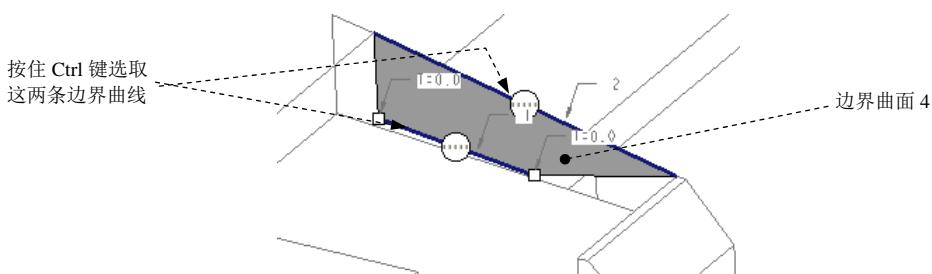

图 20.22 定义边界曲面 4
(1) 按住 Ctrl 键，选取合并面组 4 和边界曲面 3。
(2) 单击**分型面**操控板中**编辑**▼区域的**合并**按钮，此时系统弹出“合并”操控板。
(3) 在操控板中单击**选项**按钮，在“选项”界面中选中**相交**单选项。
(4) 在“合并”操控板中单击**√**按钮。
Step14. 创建图 20.22 所示的边界曲面 4。
(2) 定义边界曲线。按住 Ctrl 键，依次选取图 20.22 所示的两条边界曲线。
(3) 在操控板中单击**√**按钮，完成边界曲面 4 的创建。